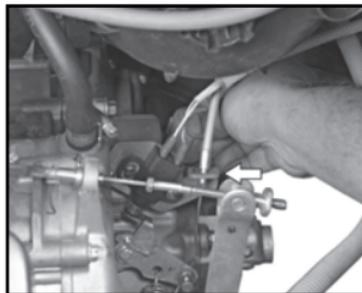

Fig. 26
- Asegúrese de que el nivel de aceite con la varilla de medición se encuentra al nivel máximo. (Consulte la **Fig. 26**)